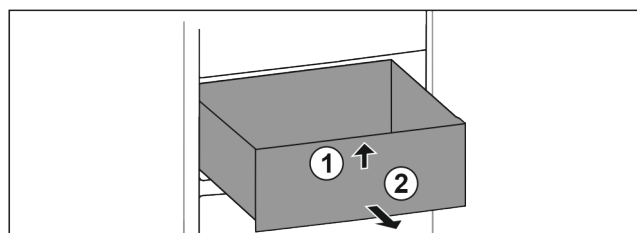

Fig. 60
- ▶ Soulever la partie avant du tiroir. Fig. 60 (1).
- ▶ Retirer le tiroir par l'avant. Fig. 60 (2)